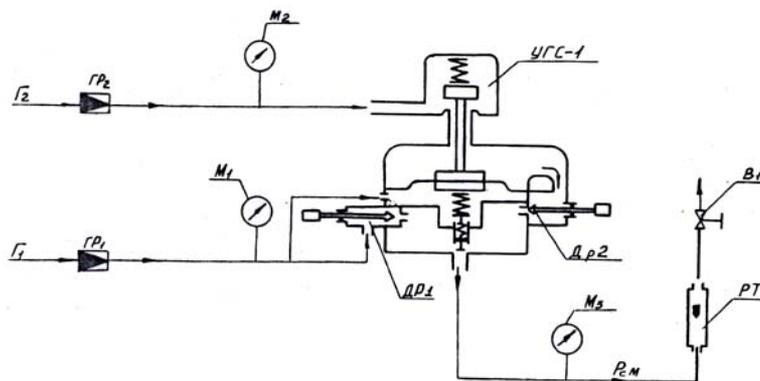

Рис. 3
Для замера расхода газа после смесителя в соответствии со схемой рис. 3 устанавливается ротаметр или другой прибор, позволяющий с достаточной точностью измерять расход смешиваемых газов.
- регулирующий винт редуктора основного газа ГР₂ (рис. 3) выворачивается до полного освобождения нажимной пружины;